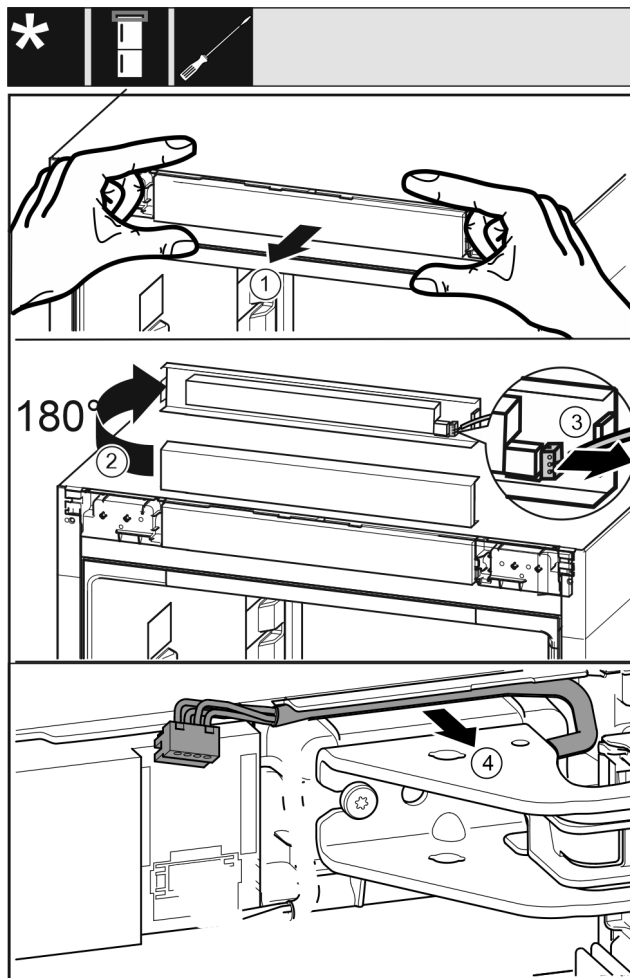

Fig. 10
- Désolidariser avec précaution le panneau de commande Fig. 10 (1) vers l'avant.
- Tourner le panneau de commande Fig. 10 (2) de 180° vers le haut.
- Pousser l'ergot Fig. 10 (3) vers l'arrière et retirer avec précaution le connecteur.
- Désolidariser avec précaution le câble Fig. 10 (4) du guide par le biais du support de palier.